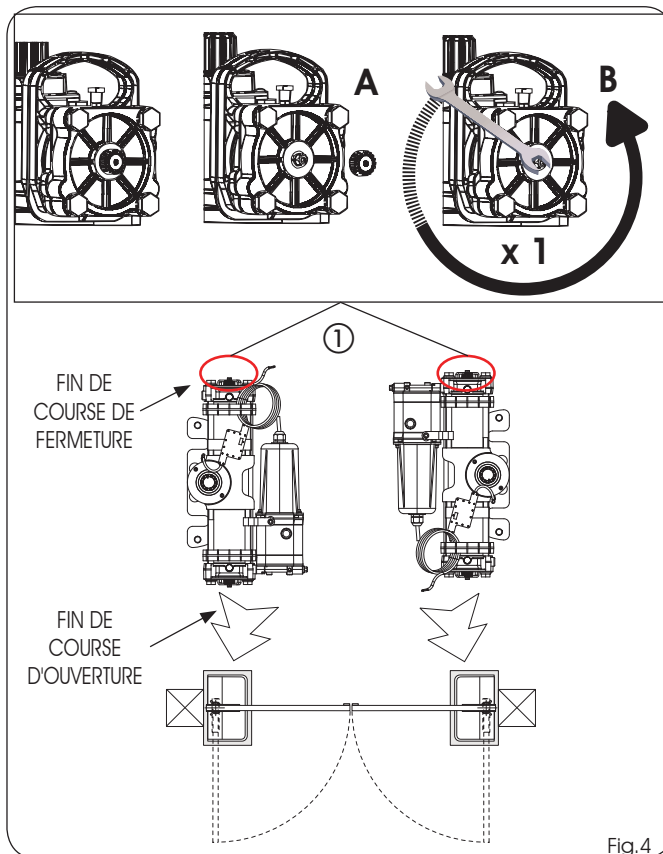

Fig.4
- 3) Sur l'opérateur, dévisser le bouchon (Fig.4 réf.A) de la vis du fin de course de fermeture (Fig.4 réf. ①) et vérifier que la vis soit vissée à fond.
- 4) Dévisser d'un tour la vis de fin de course de fermeture (Fig.4 réf.B) (Important pour le couplage correct pignon-douille rainurée lors du montage).